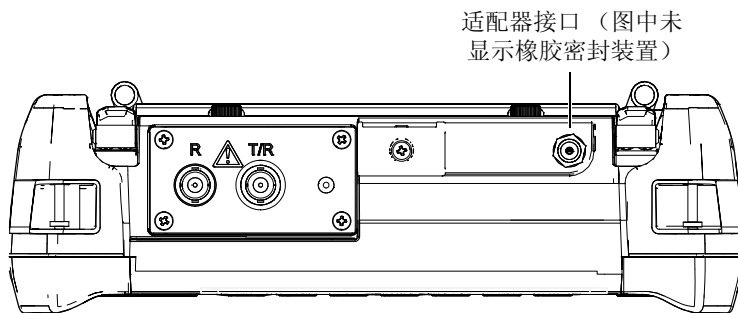

图 4-2 适配器接口
EPOCH 600 仪器通过充电器 / 适配器使用 AC 电源。充电器 / 适配器带有通用的 AC 电源输入，因此可以使用 100 ~ 120 VAC 或 200 ~ 240 VAC 的电压，以及 50 Hz ~ 60 Hz 的频率。充电器 / 适配器输出与 EPOCH 600 仪器上的 AC 适配器插孔连接（参见第 76 页的图 4-2）。
3. 将 DC（直流电）输出电源线的一端连接充电器 / 适配器，另一端连接仪器上的适配器接口（参见第 76 页的图 4-2）。